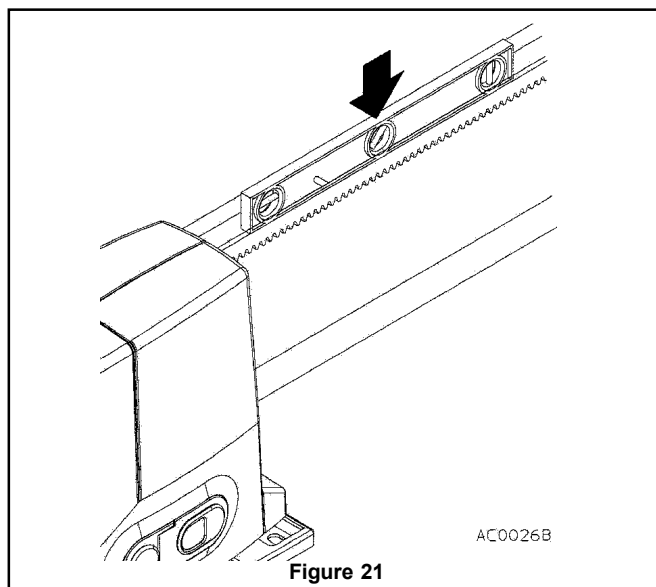

Figure 21
- Vérifier que la crémaillère est de niveau (fig. 21).
- Vérifier que la crémaillère est mise en place (fig. 21) et droite.